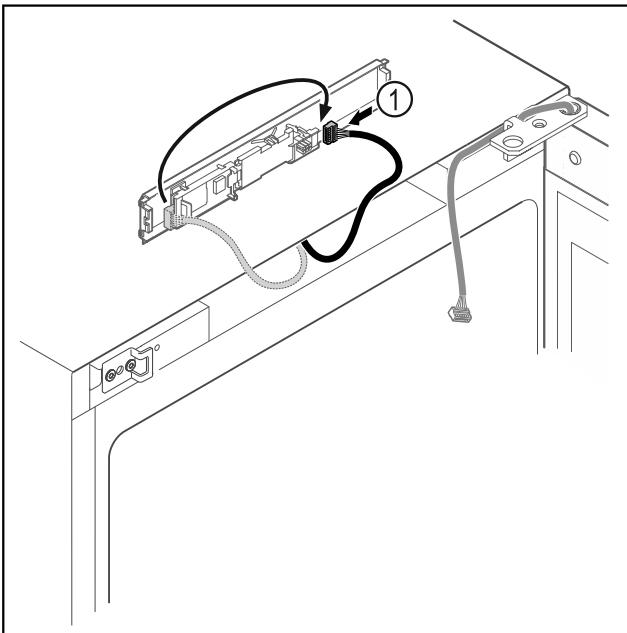

Fig. 8
- Enchufar el conector Fig. 8 (1) en otra posición en la placa.